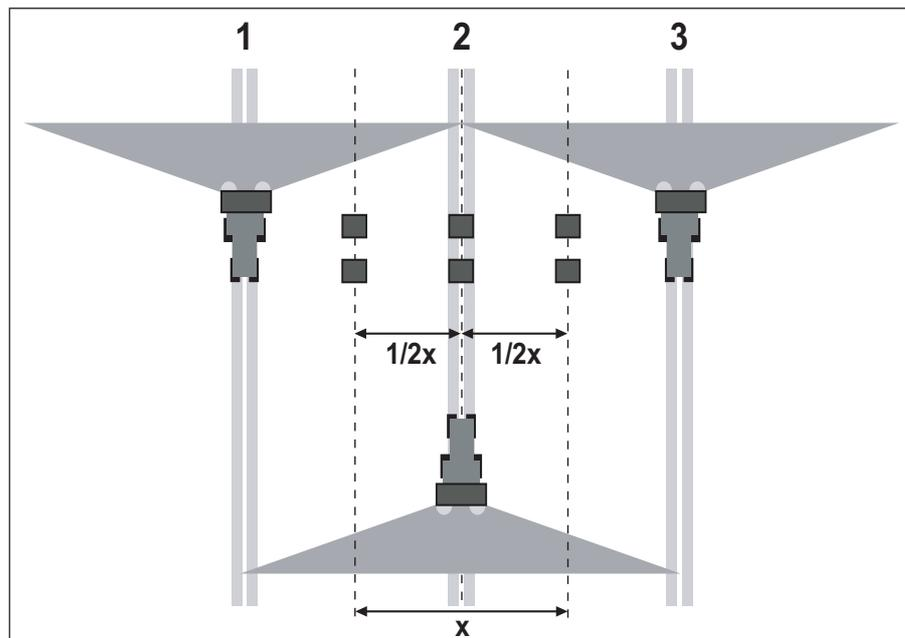

Figure 8.14 : Installation pour trois passages
- Installer deux bacs récupérateurs l'un derrière l'autre séparés par un écart de **1 m** dans les zones de recouvrement et dans la voie centrale (selon figure 8.14).